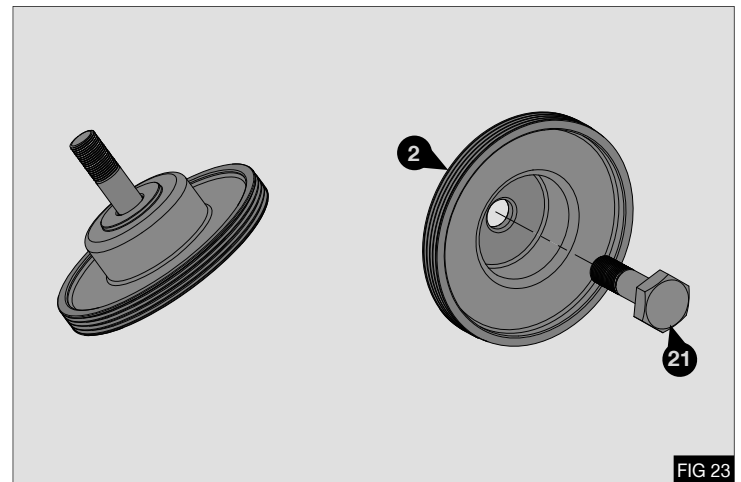

FIG 23
1. Monte el tornillo M20 x 66 (21) suministrado en la polea de transmisión adicional (2) - Fig. 23